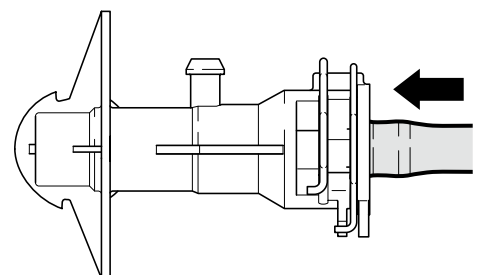

Bild 4: Vid inskjuten anslutningsledning och stängda klämmor är avluftningsöppningen stängd
9. Skjut in ledningen helt i anslutningen (bild 4)